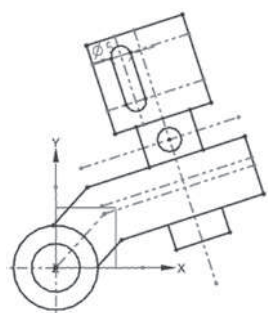

图3-69 绘制的键槽
⑯ 绘制键槽。单击【圆】按钮, 分别以 3 条派生直线的 2 个交点为圆心, 绘制直径为 5 的圆。然后单击【直线】按钮, 绘制 2 条 2 个圆外公切线, 最后单击【快速修剪】按钮, 去除多余的曲线, 如图 3-69 所示。